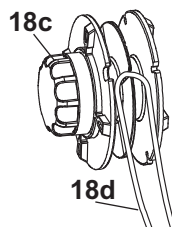

Fig. 31
5. Faites une boucle avec le fil de coupe (18d) et faites-la passer dans la fente de la bobine de coupe (18c) (Fig. 31).